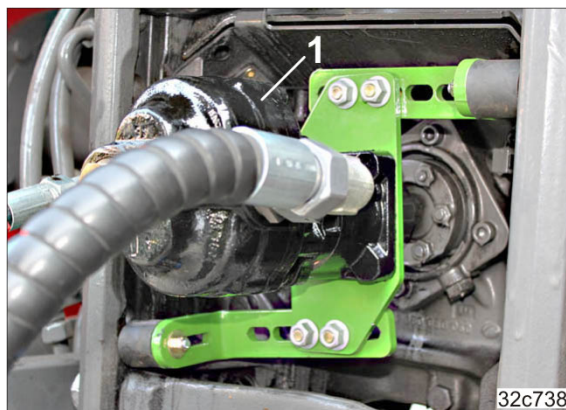

Рис. 163
4. Разъедините гидравлический насос (Рис. 163/1) и вал отбора мощности трактора. Гидравлический насос оснащен замком QC.